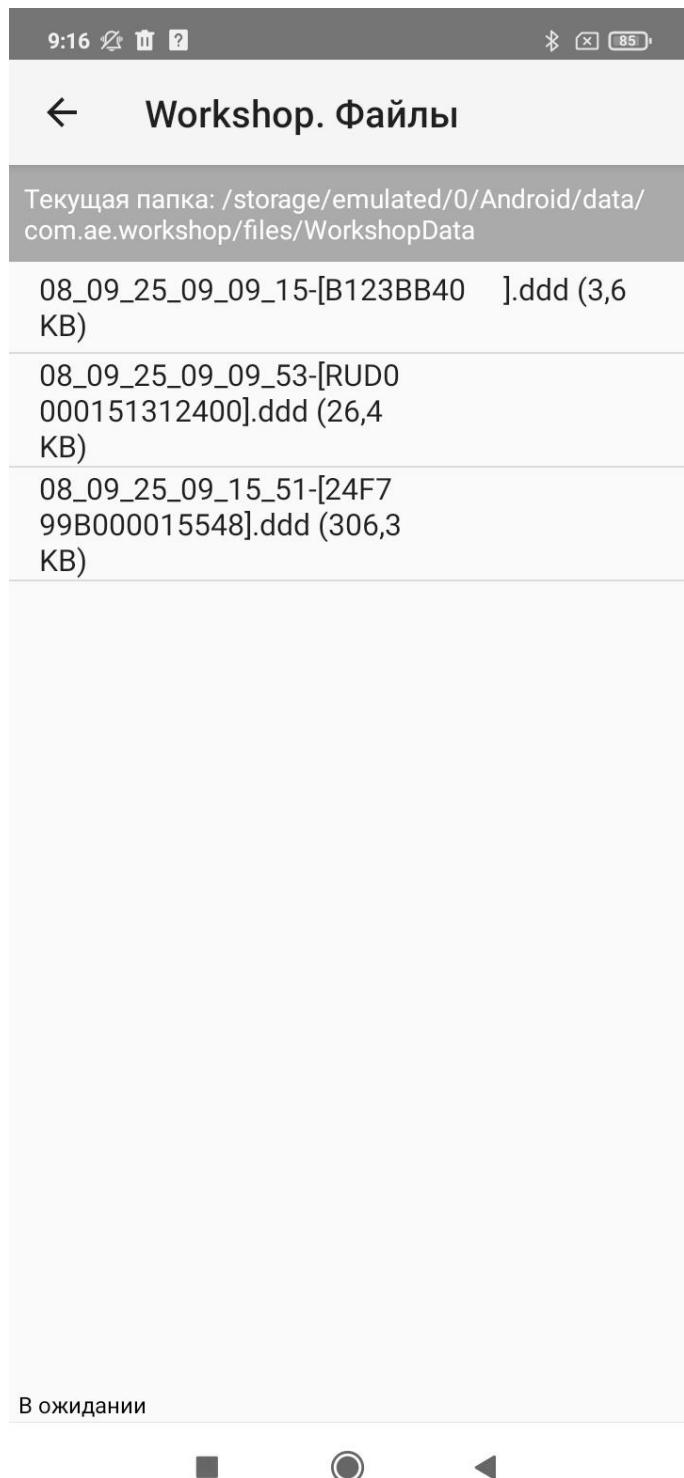

Рисунок 27. Папка с .ddd файлами
25. При нажатии попадаем в папку, описанную ранее. Рисунок 27.